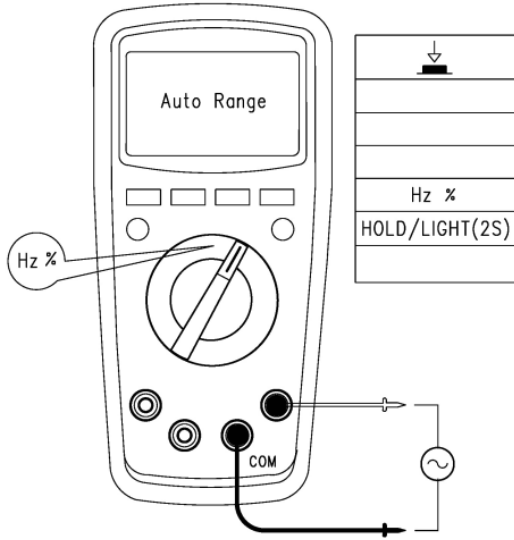

Рисунок 8
**9.6. Измерение частоты (доступно только в моделях UT139B/C) (см. рисунок 8)**